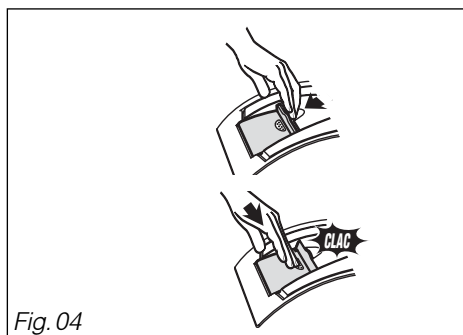

Fig. 04
- Ouvrez le portillon du tambour en tirant sur le volet de fermeture (Fig. 04).
- Refermez le portillon, rabattez le volet de fermeture en appuyant dessus jusqu'à ce qu'il soit parfaitement verrouillé (Fig.04).